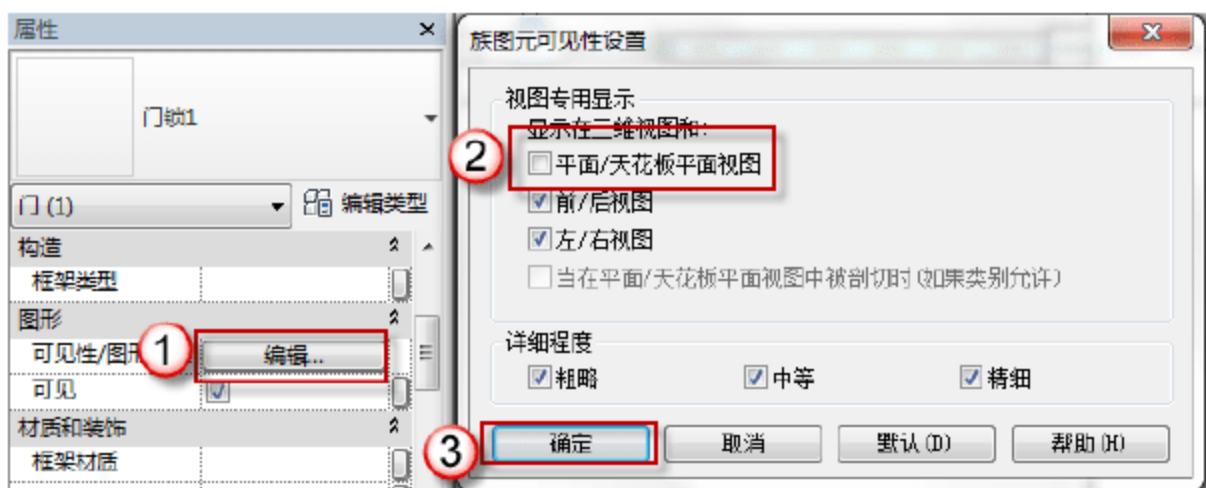

图 6.1.113 修改门锁 1 的可见性
(31) 修改门锁 1 的可见性。在门锁的“属性”面板中，选择“图形”栏“可见性/图形替换”后的“编辑”按钮，弹出“族图元可见性设置”对话框，取消“平面/天花板平面视图”复选框的选择，单击“确定”按钮，如图 6.1.113 所示。